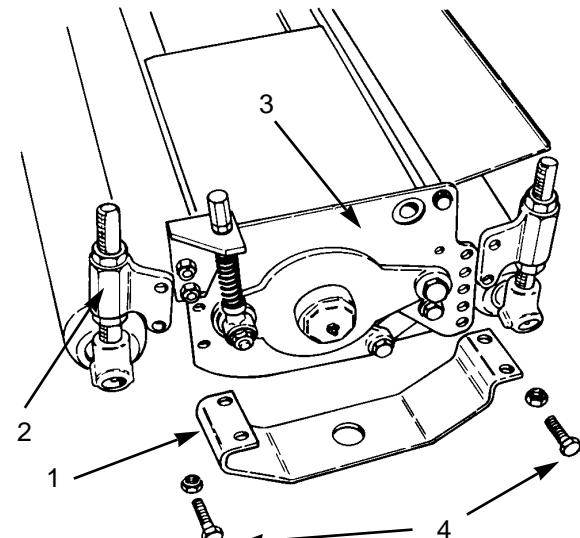
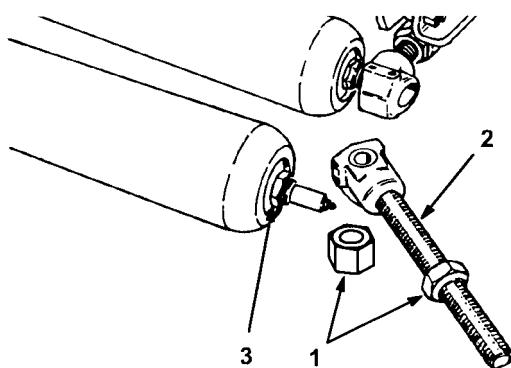

図33
図34
- ガードとローラ・調整ハウジングをサイド・プレートに留めているボルト類を取る(図33)。或いは、上のコーン・ナットを外して調整ハウジングのロッドを取つてもよい(図34)。
2. ロッド&カラー・アセンブリは、ローラ両端から抜き取れば取り外すことができる（図34）。
**重要** 新しいローラをカッティングユニットに取り付ける時には、ローラ・シャフトのロックナットがカッティングユニットの右側にくるように（図34；運転席から見たときに）取り付けてください。これにより、使用中にロックナットがゆるむのを防止することができます。